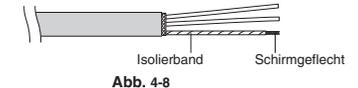

Abb. 4-8
- (2) Den Geflechtschirm vorsichtig entflechten und die entflehten Schirmdrähte eng in eine Leitungsader verdrehen. Die Schirmdrähte nach ausreichend engem Verdrehen mit einem Isolierschlauch versehen oder mit Isolierband umwickeln. (Abb. 4-8)